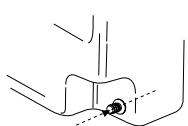

Fig. 2
- 2) Forate la tanica all'interno del beccuccio utilizzando un trapano con punta sottile. Fig. 2.